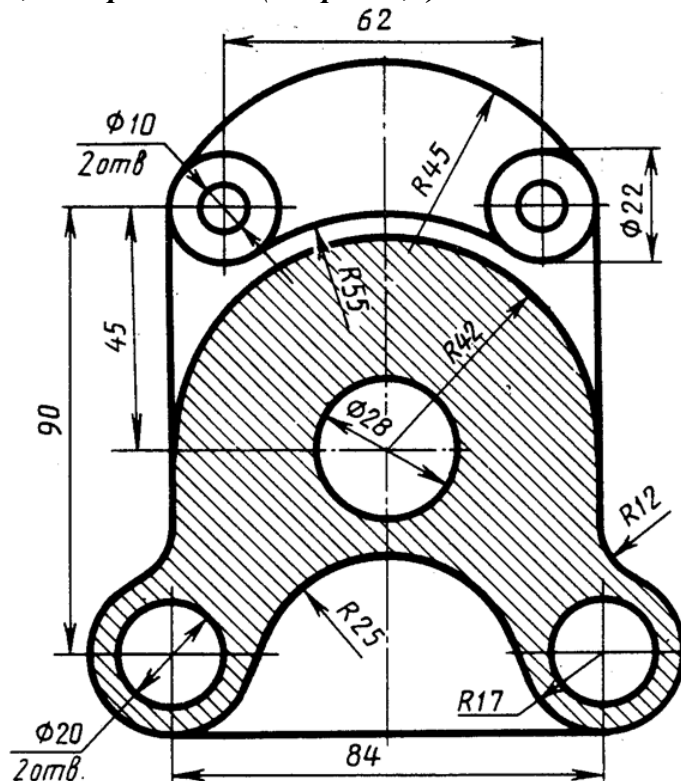

Рис. 6 Остов
8. Выполнить самостоятельно геометрические построения, используя команды «Штриховка», «Сопряжение» (см. рис. 6,7)